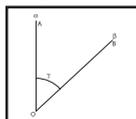

Fig.8
- Zorg dat de verticale lijn samenvalt met punt A - zie Fig. 8